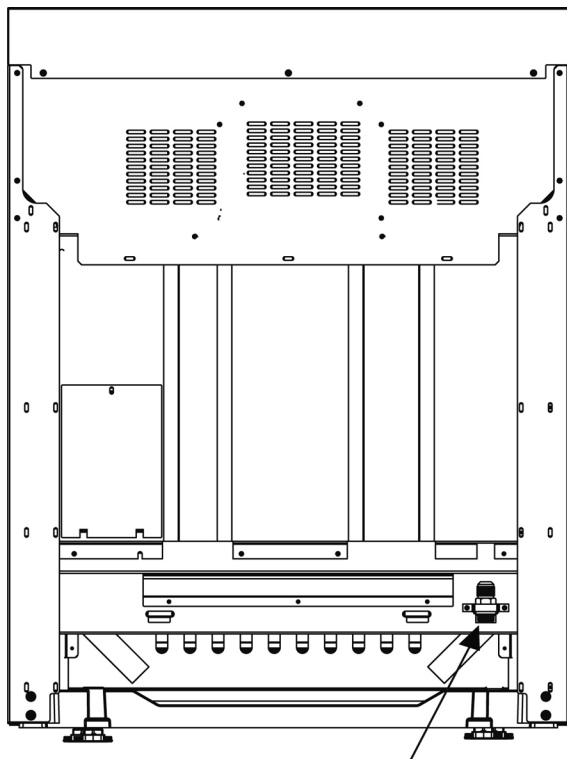
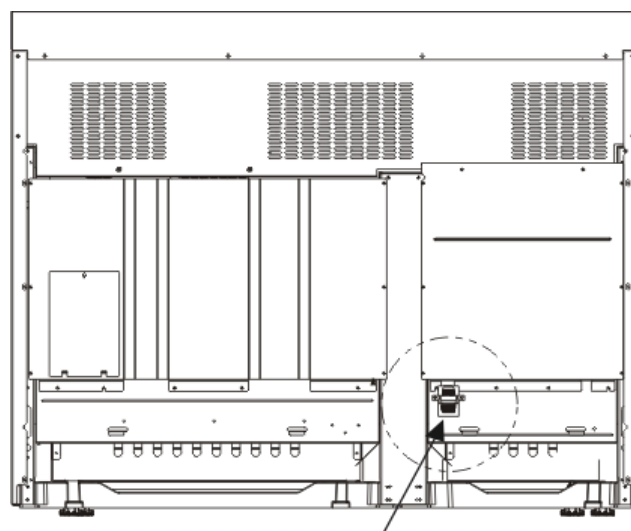

Figure 9 : Emplacement du tuyau d'arrivée de gaz pour les cuisinières de 30" et 36"
Figure 10 : Emplacement de la connexion d'entrée de l'alimentation en gaz sur cuisinières 48 po
- Utilisez un raccord à gaz souple de 3/4" entre l'alimentation en gaz et le tuyau d'arrivée de gaz de l'appareil. Le tuyau d'arrivée de gaz de toutes les cuisinières est situé en bas à droite. (Voir *Figure 9* et *Figure 10*). Le tuyau d'arrivée de gaz de l'appareil est de type NPT 1/2".